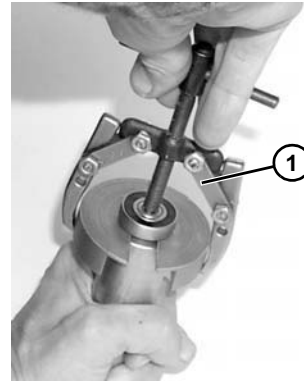

Figura 66
2. Con la ayuda de un extractor, pieza número 807-1716 (**Figura 66, artículo 1**), extraiga y deseche el cojinete.